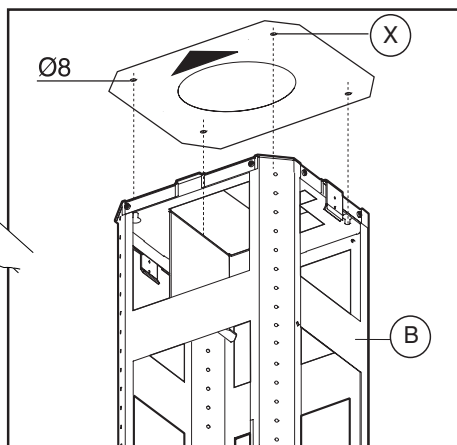

Fig.3
- Positionner le gabarit de forure au plafond en faisant attention à ce que la flèche soit positionnée du même côté que la commande de l'appareil (Fig.3).